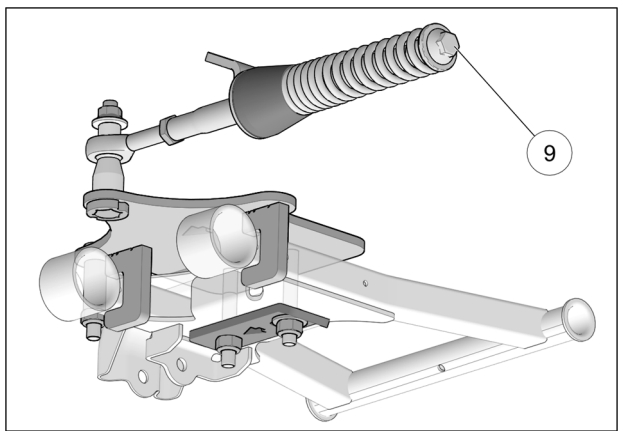

Fig. 12
11. Vérifier que le boulon du ressort (6) est serré au couple recommandé : 75 N•m [55 lb•pi]. Fig. 12